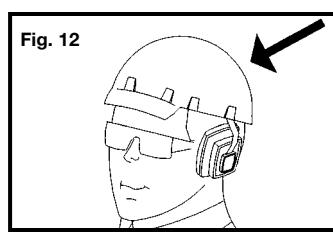

Fig. 12
- L'opérateur et les personnes avoisinantes doivent porter un casque de protection** pour se protéger contre des blessures possibles. (Fig. 12)